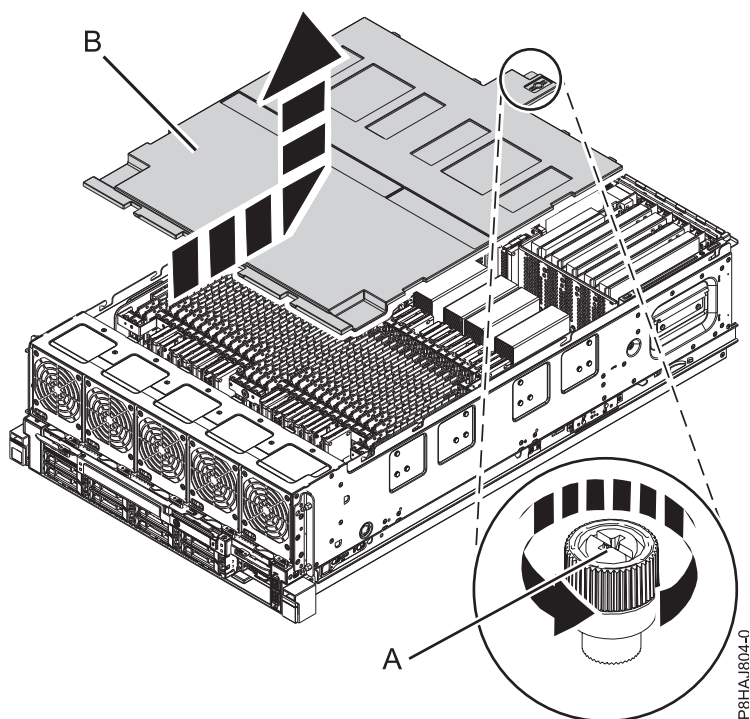

Figura 40. Remover a tampa de segurança
2. Desaperte o parafuso de aperto manual (A) localizado na parte posterior da tampa, ao rodá-lo na direcção apresentada na Figura 40 na página 82.
3. Faça deslizar a tampa de segurança (B) em direcção à parte posterior do sistema. Quando a parte anterior da tampa passar a extremidade superior da estrutura, levante a tampa e retire-a do sistema.